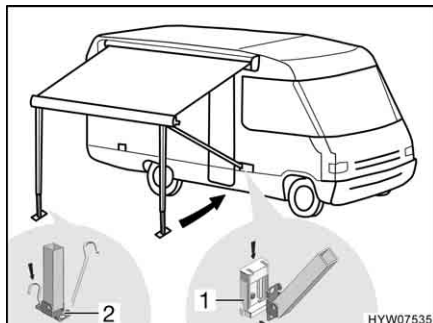

Fig. 52 Fissaggio dei montanti di supporto
- Incastrare i montanti di supporto nei supporti (Fig. 52,1) sul veicolo (se presenti), oppure fissarli sul terreno con dei puntelli (Fig. 52,2).